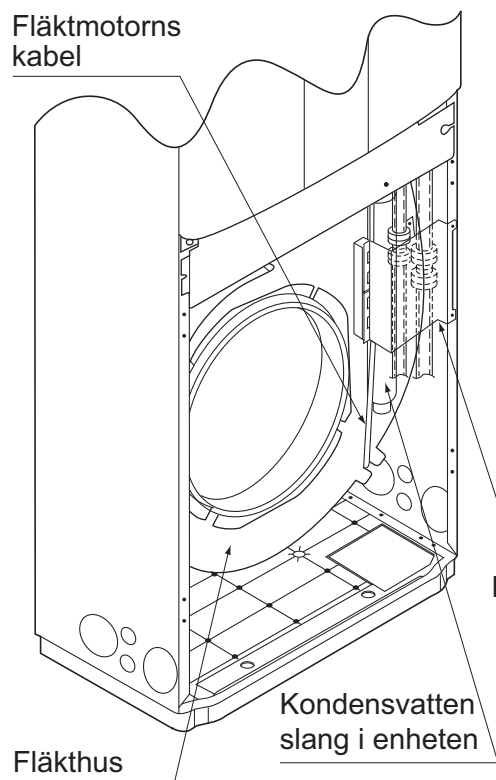

Bild 12
- Lossa slanghållaren. (Se bild 12)
- Efter att kylmedierören och elledningarna har dragits, håll kylmedierören, inomhusenhetens dräneringsslang, ledningarna som ansluter inomhus- och utomhusenheterna med varandra och jordledningen med rörhållarplattan (**se bild 12**). Under detta arbete kan kylmedierören som går in i inomhusenheten komma i kontakt med suggallret. Se därför till att inte dra ut kylmedierören från rörhållarplattan.